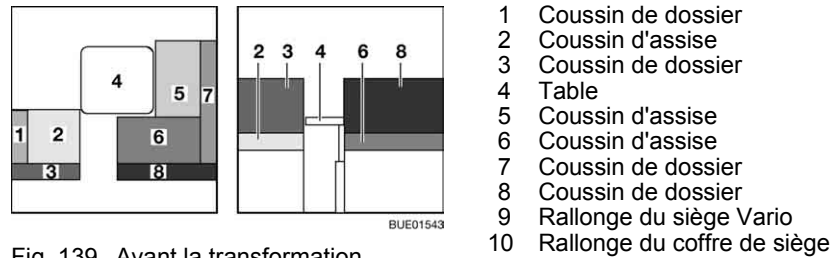

Fig. 139 Avant la transformation
- Convertir la table (Fig. 139,4) en sommier de lit (voir paragraphe 6.12).
- Enlever le coussin de dossier (Fig. 139,1) et le placer de côté.